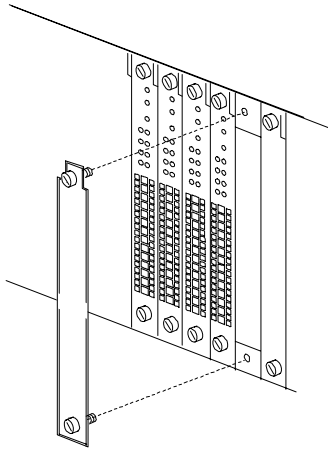

Figura 2-9. Instalar paneles interiores
2. Coloque un panel interior delante de la abertura de la ranura que desea cubrir. Los disyuntores de la parte superior e inferior del panel deben estar alineados con los orificios de rosca de la parte frontal y posterior del chasis. Consulte la Figura 2-9.